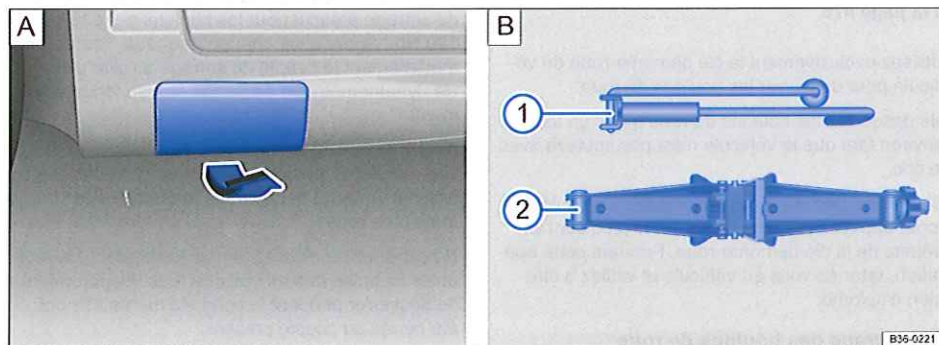

Fig. 259 A) À l'arrière du véhicule, côté gauche : ouverture du cache B) Éléments du cric à parallélogramme
Positionnez le cric uniquement aux points de prise indiqués et uniquement lorsque le cache est rabattu $\Rightarrow$ fig. 259 A). Un point de prise se trouve à côté de chacune des roues $\Rightarrow$ .
5. Desserrez les boulons de la roue à remplacer $\Rightarrow$ page 476. Accrochez la manivelle $\Rightarrow$ fig. 259 B) ① dans le cric à parallélogramme $\Rightarrow$ fig. 259 B) ②.
6. Cherchez sous le véhicule le point de prise du cric $\Rightarrow$ fig. 259 qui se trouve le plus près possible de la roue à changer.
7. Retirez le cache dans le bas de caisse latéral ⇒ **fig. 259** **A** : tirez à cet effet vigoureusement mais avec précaution dans le sens de la flèche. Le cache est doté d'une sangle de retenue.